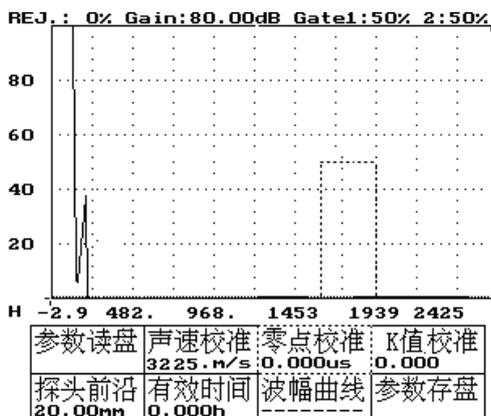

图 10-1
- 4、按方向键——将虚框移到零点校准，如图 10-1 所示。